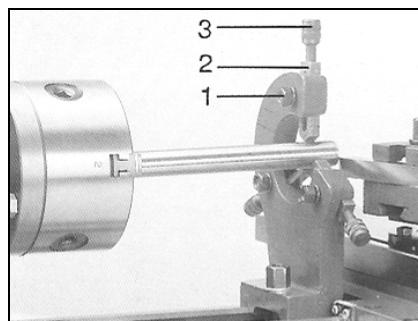

Fig 17
Drehen Sie an den Rändelschrauben (3, Fig 17) bis alle Gleitbacken (2) das Werkstück berühren ohne es zu klemmen.